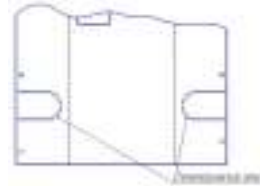

Рис. 2
1. Снять кожух и демонтировать технологическое окно с нужной стороны (см. рис. 2)